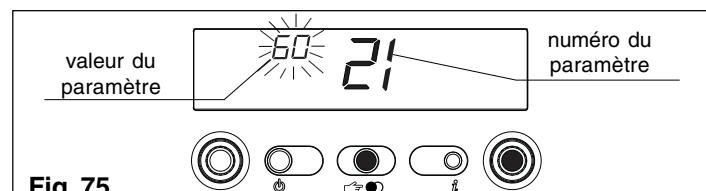

Fig. 75
- appuyez sur la touche ENTER pour accéder à la modification de la valeur du paramètre. Lorsque vous appuyez sur la touche ENTER la valeur configurée auparavant clignote (fig. 75)
- appuyez sur la touche ENTER pour accéder à la modification de la valeur du paramètre. Lorsque vous appuyez sur la touche ENTER les chiffres clignotent pour indiquer la valeur configurée auparavant (fig. 43 C.A.I. -MIX C.S.I.; fig. 75 R.A.I. - MIX R.S.I.)